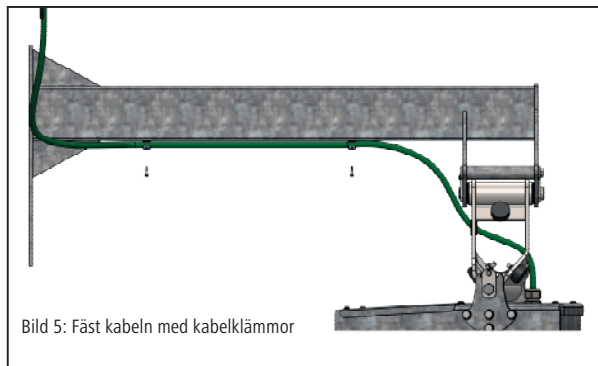

Bild 5: Fäst kabeln med kabelklämmor
8. Säkra fästskraven M14 med säkringsplåt (bild 4 – nr 11), skruv (bild 4 – nr 14), bricka (bild 4 – nr 12) och självslåsande mutter (bild 4 – nr 13) mot att lossa. Fäst motorkabeln på upphängningsarmen med klämmor och självslåsande skruvar (bild 5).